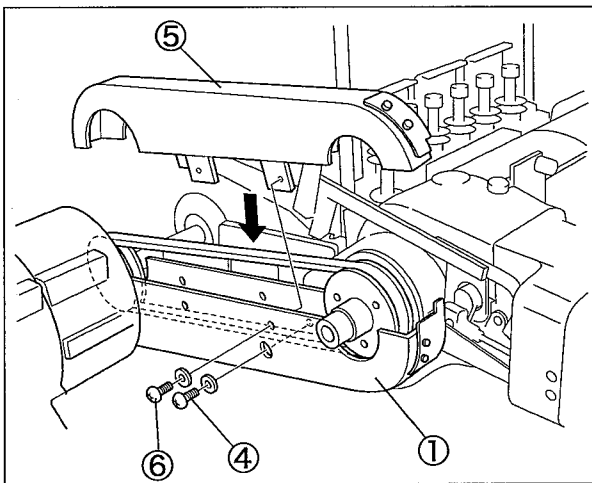

図1-8
- (2) ベルトカバー(下)①をミシン取付台に止ネジ④で固定する。(図1-8)
- (3) ベルトカバー(上)⑤をベルトカバー(下)①に止ネジ⑥⑦4個で取り付ける。(図1-8, 1-9)